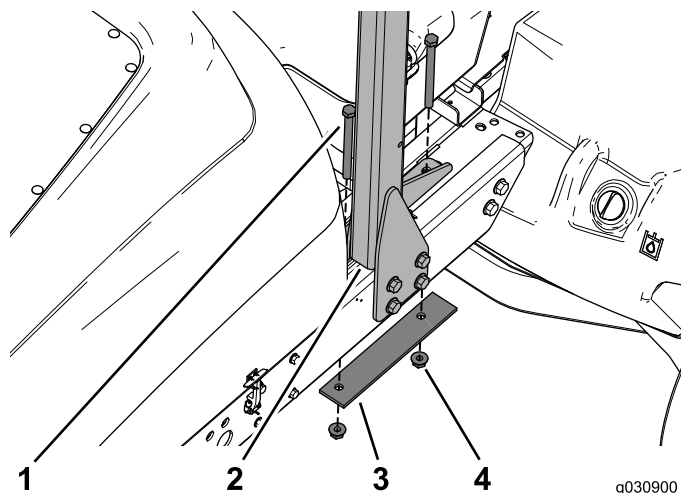

Figura 5
6. Aparte la pletina del arnés de cables y el compartimento de la batería para que pueda retirar los 2 pernos, la pletina de refuerzo, y las tuercas con arandela prensada que sujetan el ROPS a la parte superior del bastidor (Figura 5).